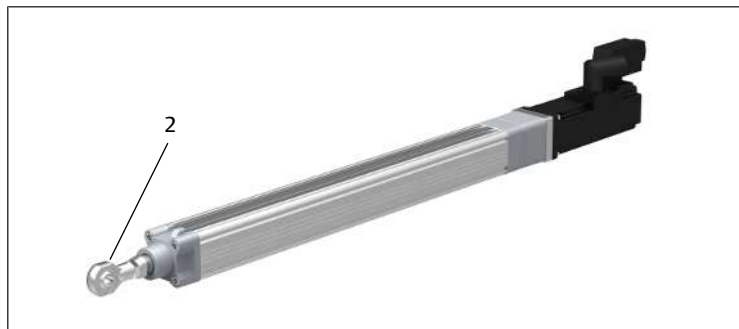

Fig. 8: Fije la horquilla con rótula al tubo de empuje
2. Fijar la horquilla o la horquilla con rótula (2) al tubo de empuje. Véase → Fig. 8. Utilice la superficie de llave del tubo de empuje para contrarrestar.